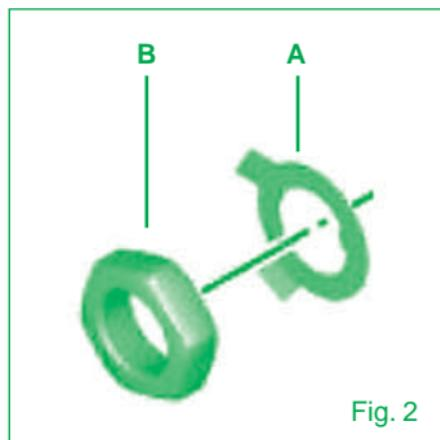

Fig. 2
- 5) Lever la languette de la rondelle-frein (A) (Fig. 2).
- 6) Retirer l'écrou (B) de la poulie primaire (Fig. 2).
- 16) Replier la languette de la rondelle-frein (p.ce A de Fig. 2).
- 5) Levantar la lengüeta de la arandela de seguridad (A) (Fig. 2).
- 6) Quitar la tuerca (B) de la polea primaria (Fig. 2).